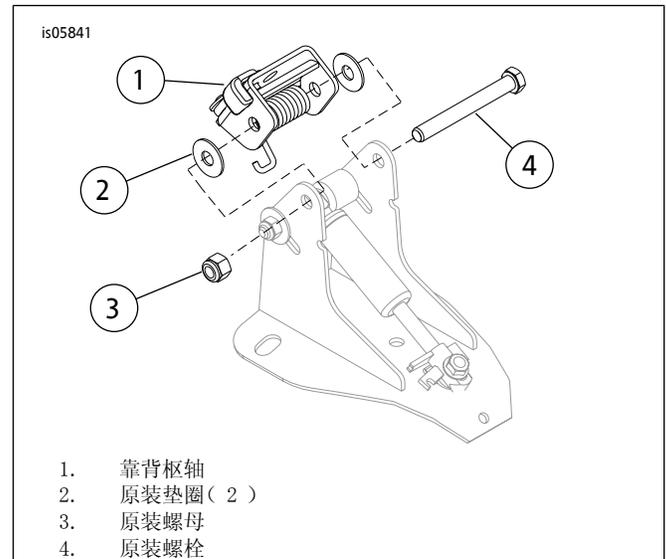

图1。安装靠背枢轴
2. 参见图1。拆下螺母（3）。保留待用。
1. 参见图1。安装套件中的新靠背枢轴（1）。